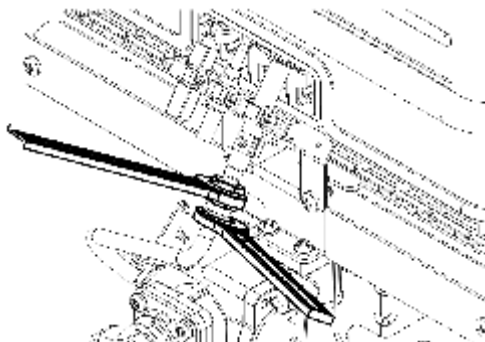

Рисунок 5
2.7.1 Открутите трубу запальника и поверните ее в удобное положение (рисунок 5).